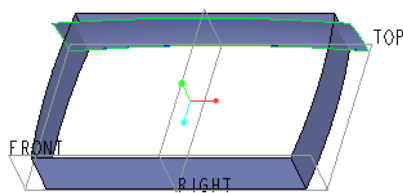

图 7-151 创建扫描曲面 1
- ⑤ 在“扫描”选项卡中单击“完成”按钮, 完成创建好扫描曲面 1 的效果如图 7-151 所示。